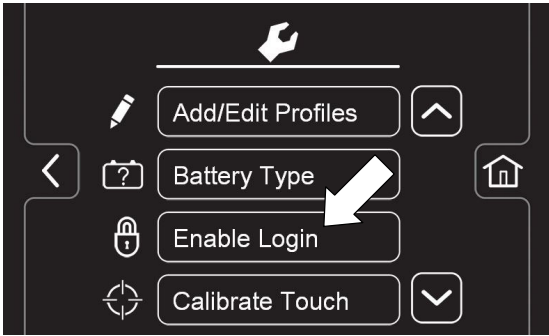

ABB. 148
8. Um die Login- Nummer beim Start zu aktivieren, drücken Sie die Taste "Login aktivieren" (Abbildung 148). Diese Taste ändert sich von "Login aktivieren" in "Login deaktivieren". Dadurch können Sie eine erforderliche Login- Nummer beim Start deaktivieren, siehe Beschreibung in Schritt 13.